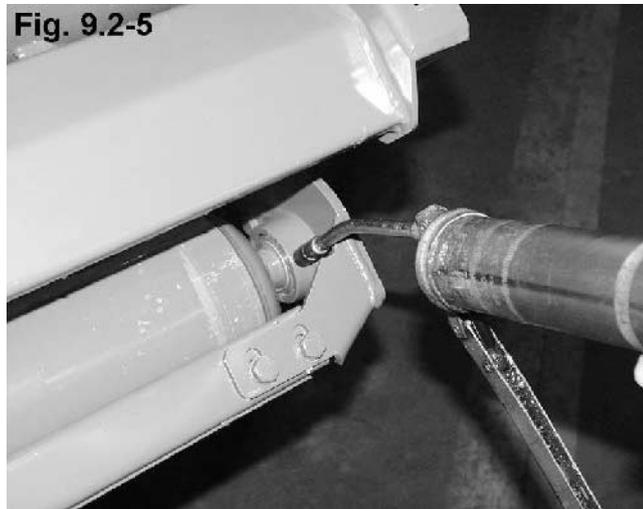

Fig. 9.2-5
- Supporto rulli di appoggio (Fig. 9.2-5)